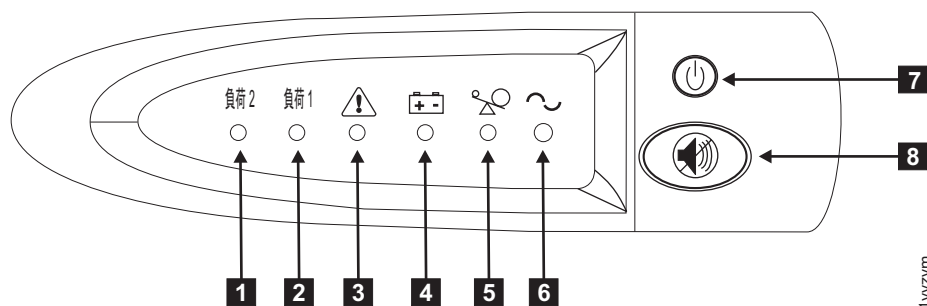

図 33. 2145-1U 無停電電源装置のフロント・パネル・アセンブリ
8. オン/オフ・ボタン (図 33 の **7**) を約 5 秒間押したままにします。オン/オフ・ボタンを押すのに、先が尖った道具 (ねじ回しなど) を使用する必要があります。2145-1U 無停電電源装置が自己診断テストを行う間、フロント・パネル・インディケーターは始動シーケンスを循環します。